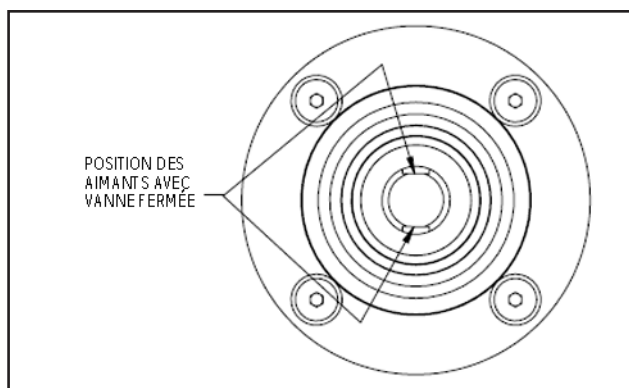

Figure 17 Position de l'aimant avec vanne fermée
5. S'assurer que le montage de tendeur est parallèle à la tige et que les aimants sont dans la position de vanne fermée (Figure 17) et connectés au support de transmission.